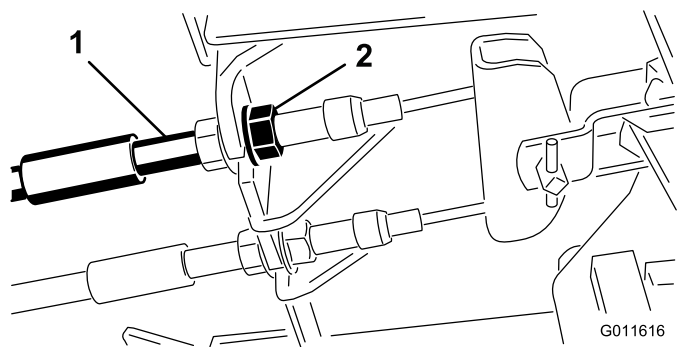

図 95
1. 遊びを減らすブレーキを締めるには、ブレーキケーブルのねじ山の前ナットをゆるめ、後ろのナットを締める 図 95。